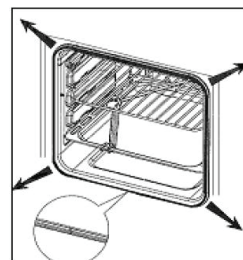

Рис. 10
2. Снимите старый уплотнитель, как показано на Рис. 10.